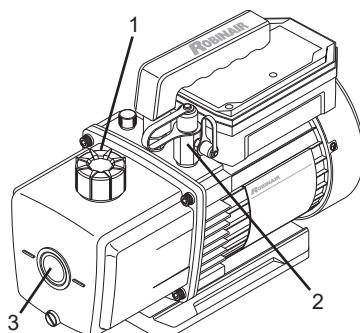
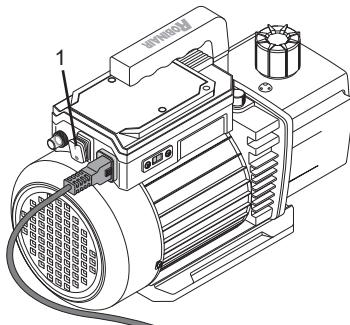

Figura 4
Figura 5
2. Rimuovere il tappo di scarico/riempimento dell'olio (1) (vedi Figura 4).
3. Aggiungere olio al serbatoio dell'olio fino a quando il livello dell'olio è allineato con i segni su entrambi i lati del vetro spia (3) (vedi Figura 4).
4. Sostituire il tappo di scarico/riempimento dell'olio (1) (vedi Figura 4).
5. Rimuovere un tappo della porta di ingresso (2) (vedi Figura 4).
6. Collegare l'unità alla fonte di alimentazione e accendere la pompa per vuoto (1) (*vedi Figura 5*).
8. Dopo che la pompa ha funzionato per un minuto, SPEGNERLA (1) (*vedi Figura 5*), controllare il livello dell'olio nel vetro spia ((*vedi Figura 4*)3) e aggiungere olio se necessario.